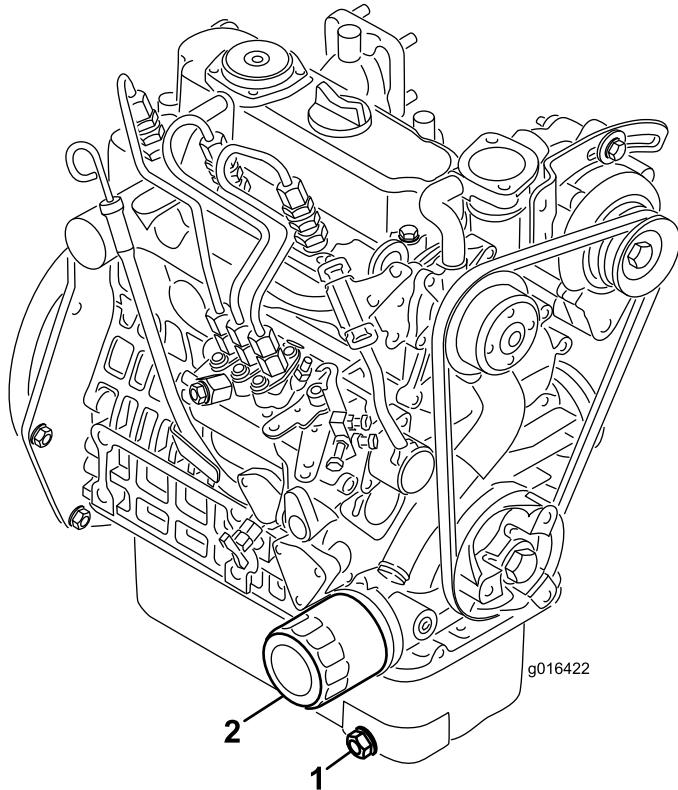

Figure 38
- Retirez le bouchon de vidange (Figure 38) et laissez couler l'huile dans un bac de vidange. Remettez le bouchon quand la vidange est terminée.